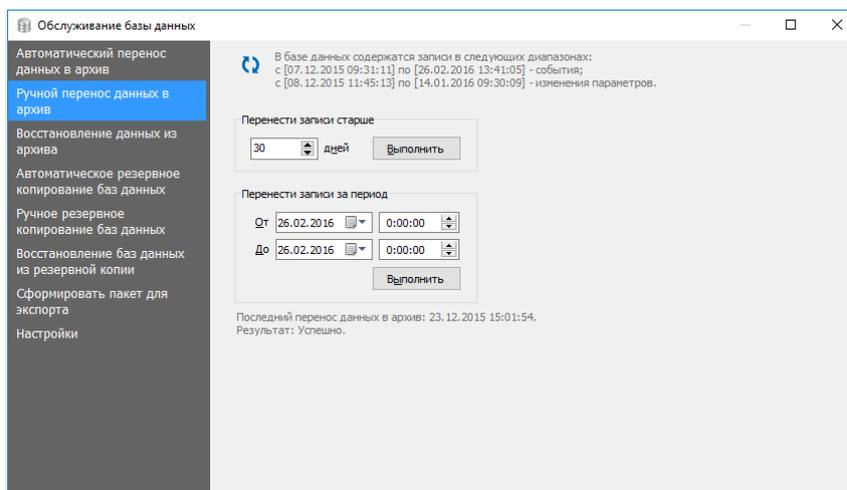

Рисунок 27.5 Вкладка Ручной перенос данных в архив
- 1) Перейти на вкладку **Ручной перенос данных в архив** (Рисунок 27.5).